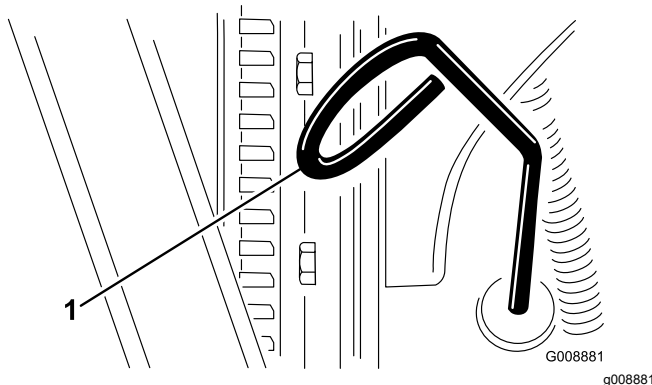

Bild 25
2. Nehmen Sie den Peilstab (Bild 25) heraus und wischen Sie ihn mit einem sauberen Lappen ab.